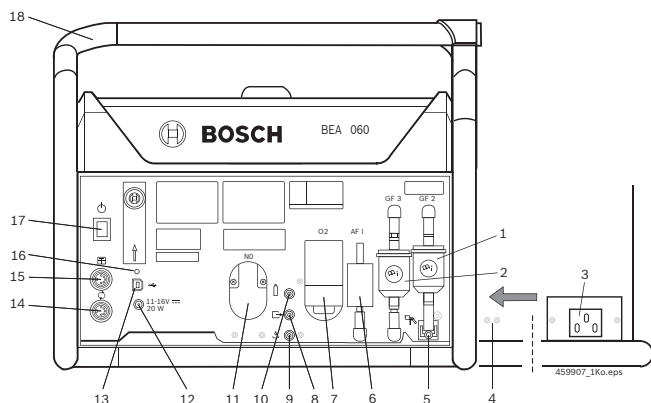

Fig. 1: BEA 060
- i** BEA 060 kan också drivas med spänning via bilbatteriet med anslutningsledningens cigarettändaruttag (specialtillbehör) (för anslutning, se bild 1, pos. 12).
1. Anslut nätanslutningsledningen till BEA 060 och fäst den med buntband för dragavlastning i borrhålen (bild 1, pos. 4).
- ➔ LED (bild 1, pos. 16) blinkar växelvis orange och grön.
- ➔ LED (bild 1, pos. 16) stängs av, BEA 060 är frånkopplad.